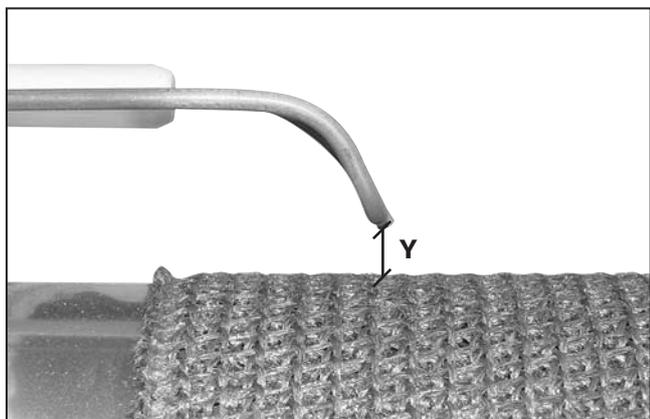

Рис. 18
**Y = от 4 до 7 мм** (см. рис. 18)